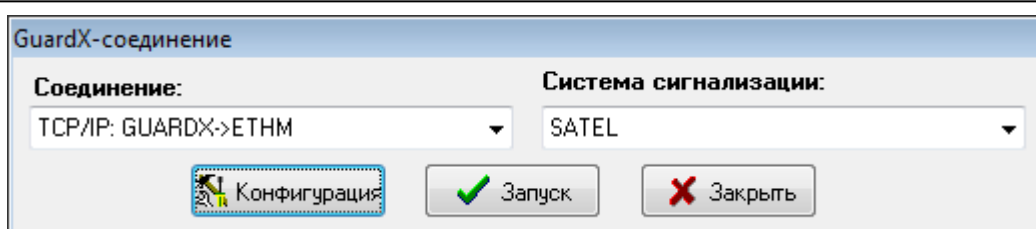

Рис. 15. ПО GUARDX: стартовое окно.
Если хотите конфигурировать настройки, связанные с соединением с системой охранной сигнализации, в стартовом окне ПО GUARDX в поле «Соединение» выберите способ осуществления связи («TCP/IP: GUARDX->ETHM», «TCP/IP: GUARDX<-ETHM/INT-GSM» или «TCP/IP: сервер SATEL») и нажмите кнопку «Конфигурация» (рис. 15).
1. В стартовом окне (рис. 15), в поле «Соединение», выберите «TCP/IP: GUARDX->ETHM», затем нажмите кнопку «Запуск».
1. В стартовом окне (рис. 15), в поле «Соединение» выберите «TCP/IP: GUARDX<-ETHM/INT-GSM», затем кликните по кнопке «Пуск».
1. В стартовом окне (рис. 15), в поле «Соединение», выберите «TCP/IP: GUARDX<-ETHM/INT-GSM», затем нажмите кнопку «Пуск».
1. В стартовом окне (рис. 15), в поле «Соединение» выберите «TCP/IP: сервер SATEL», затем нажмите кнопку «Пуск».